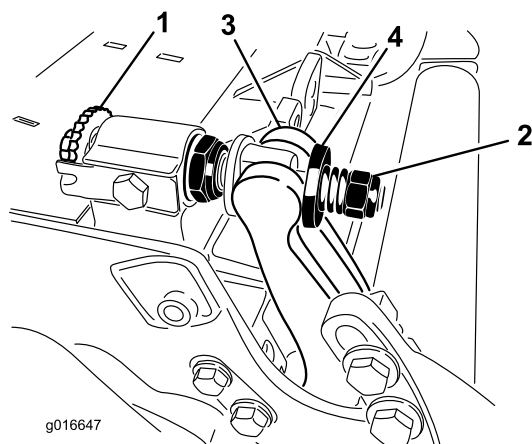

Figure 28
1. Tournez les vis de réglage de la barre d'appui dans le sens antihoraire pour éloigner la contre-lame du cylindre (Figure 28).
2. Faites sortir l'écrou de tension du ressort jusqu'à ce que la rondelle ne soit plus tendue contre la barre d'appui (Figure 28).